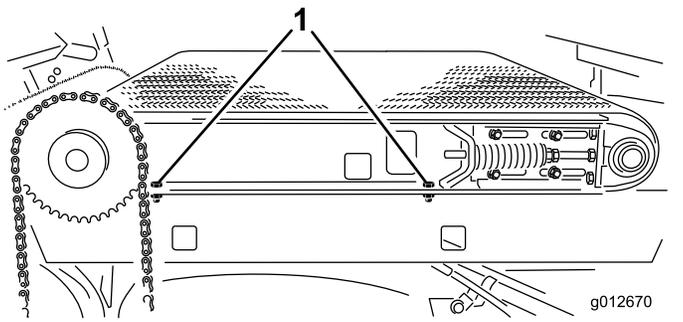

図 36
2. 装置右側で、スライダフレームレールを右側フェンダに固定しているキャップスクリュ2本を締め付ける 図 36。